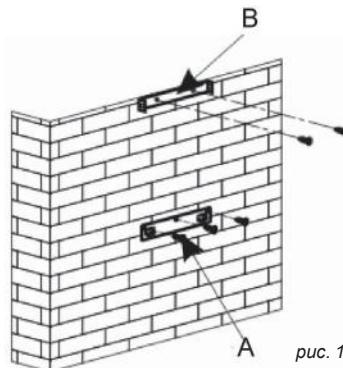

рис. 1
- С помощью крепления для подвешивания купола отметьте на стене 3 отверстия, которые необходимо просверлить, рассчитав и отмерив соответствующее расстояние (см. А рис. 1).
- Прикрутите крепление для подвешивания купола и убедитесь, что оно расположено правильно (см. А рис. 1).